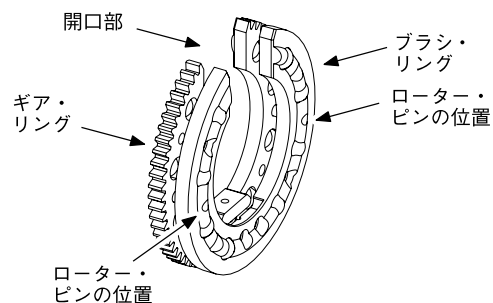

図 35：作業台上にローターを設置する
2. 清潔で乾燥した面にローターを置きます。その際、ローター開口部を上向きにします。ギア・リングをブラシ・リングから離します。図 35 をご参照ください。